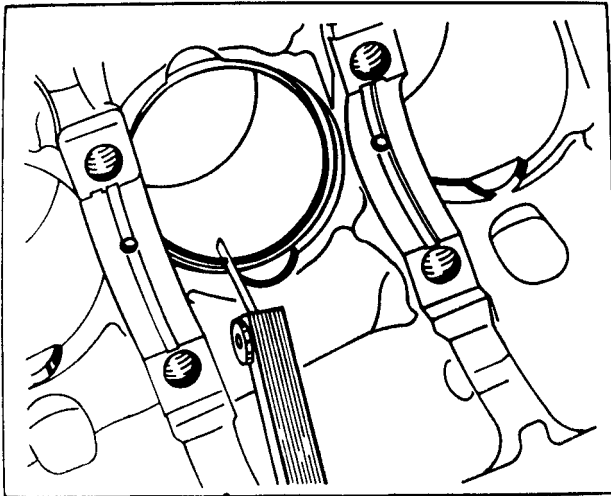

Bild M 16. Kolbenringstoß überprüfen
- Stoßspiel überprüfen (siehe Bild M 16)